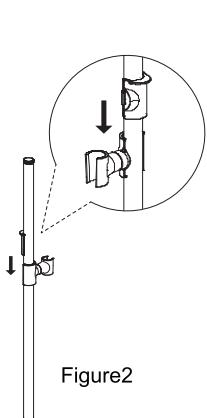

Figure 2
- a) Cliquez sur l'avant du curseur sur un côté du rail cabré . Cliquez sur l'arrière du curseur au-dessus de la partie avant sur l'autre côté du rail cabré. Faire glisser la partie arrière dans la partie avant pour la fixer (Figure 2).